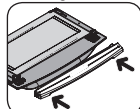

fig. 5.9
5. Alinhe o arremate da porta com as buchas e empurre até ouvir um clique (fig. 5.9).